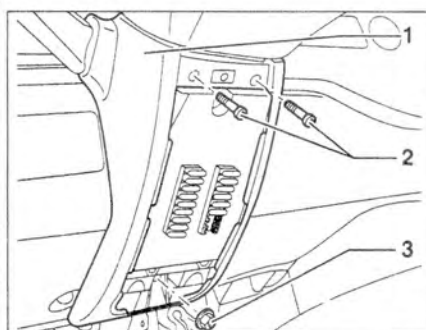

Рис. 5.3. Открутите болты 2 и гайку 3. Снимите панель 1 с рулевой колонки.
3. Открутите болты 2 и гайку 3 (рис. 5.3). Снимите панель 1 с рулевой колонки.